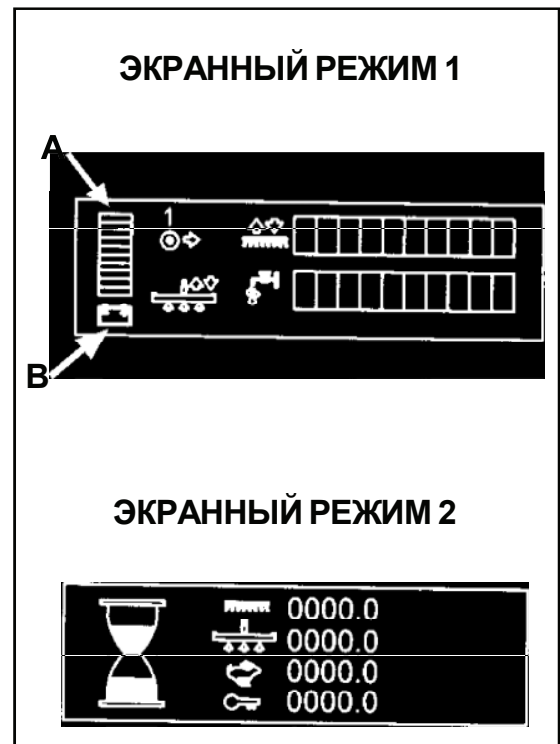

Рисунок 21
**Как снимать показания батарейного счётчика (см. рис. 21, А)**
ЖК-дисплей имеет три экранных режима. В два из них можно войти в любое время, когда включена кнопка. Первый экранный режим отображает статус машины, а второй – четыре счётчика времени (рис. 21).